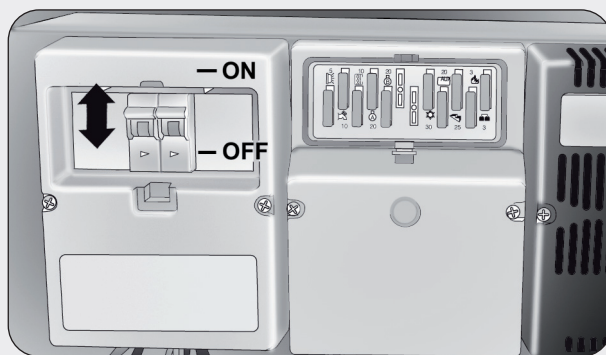

fig. 19
***Prima di qualsiasi intervento sul quadro, posizionate l'interruttore generale 220V (Salvavita fig. 19) su "0" (OFF) e scollegate la spina dalla rete a 220V.***